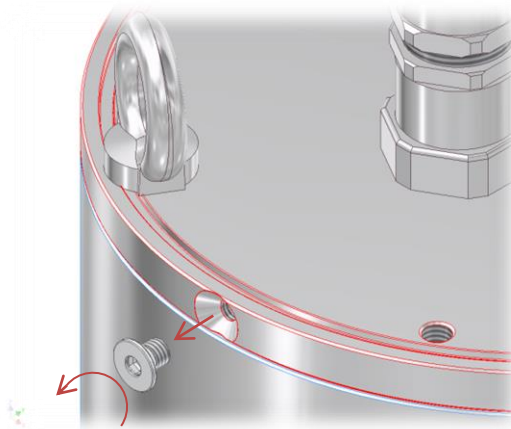

Abb.6-5: Entfernen der Senkkopfschraube Typ T08-TNXCD
- Zu Beginn muss die Senkkopfschraube mit Innensechskant (DIN 7991) aus Edelstahl am Flanschbauteil gelöst werden (vgl. Abb.6-5)